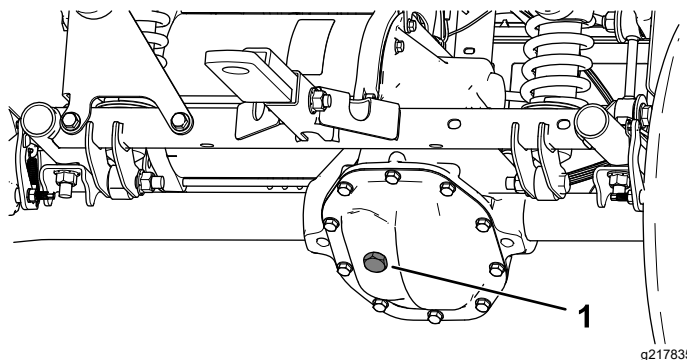

Figure 49
4. Enlevez le bouchon de remplissage de la boîte-pont (Figure 49).
5. Si le niveau de liquide est trop bas, enlevez le bouchon de remplissage et ajoutez le liquide spécifié jusqu'à ce qu'il ressorte par l'orifice (Figure 49).
4. Retirez le bouchon de remplissage de la boîte-pont et remplissez celle-ci avec le liquide spécifié jusqu'à ce qu'il ressorte par l'orifice de remplissage (Figure 49).